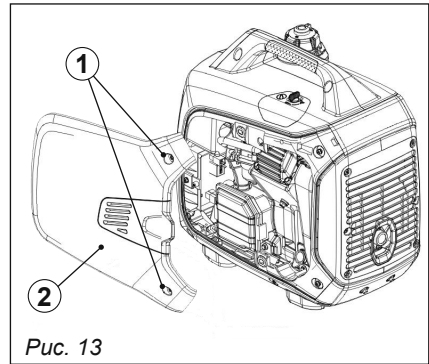

Рис. 13
2. Отвинтите крепежные винты ①, а затем снимите боковую крышку ② (рис. 13).